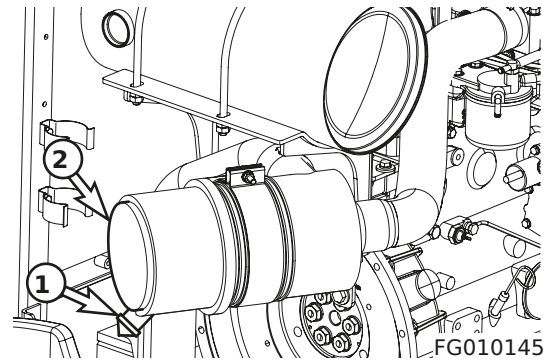

Figura 58
2. Retire la válvula de evacuación (1, Figura 58) y el purificador de aire cubierta (2).